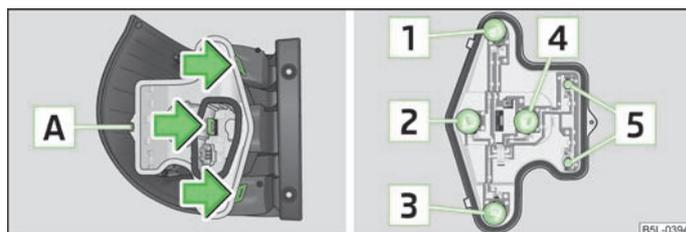

Fig. 174 Démontage de la partie du milieu du feu/bloc optique arrière : emplacement des ampoules
Synoptique des emplacements des ampoules » fig. 174.
- Pour atteindre les lampes, retirez la vis de fixation [A] » fig. 174 avec la clé TORX et appuyez sur les trois ergots de retenue dans le sens de la flèche. Enlevez le support de lampe en plastique.
- Pour remplacer l'ampoule [1], [2], [3] ou [4] » fig. 174 faites tourner la douille de l'ampoule jusqu'en butée en sens **antihoraire** et sortez-la du boîtier ou tirez sur l'ampoule [5] pour la faire sortir de la douille.